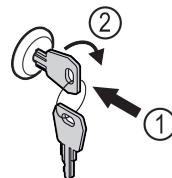

Fig. 205
- Paina avain lukkoon. Fig. 205 (1)
- Kierrä avainta 90° myötäpäivään. Fig. 205 (2)